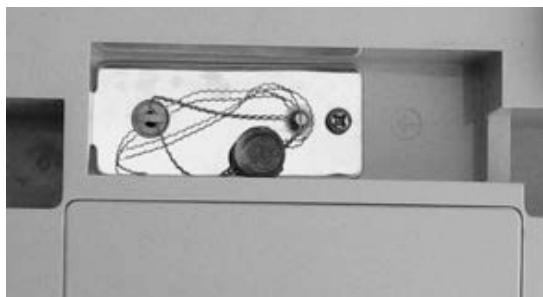

Рис.1
11.4. Місце пломбування знаходиться на днищі корпусу ваг (див. Рис. 1). На місце входу до пристрою вмикання режиму "калібрування" встановити захисну пластину і закріпити її за допомогою двох гвинтів. Протягти металевий дріт через отвори у гвинтах, а вільні кінці дроту - через отвори свинцевої пломби. На пломбу наноситься відтиск повірочного тавра територіального органу Міністерства економічного розвитку і торгівлі України, що здійснював перевірку ваг.